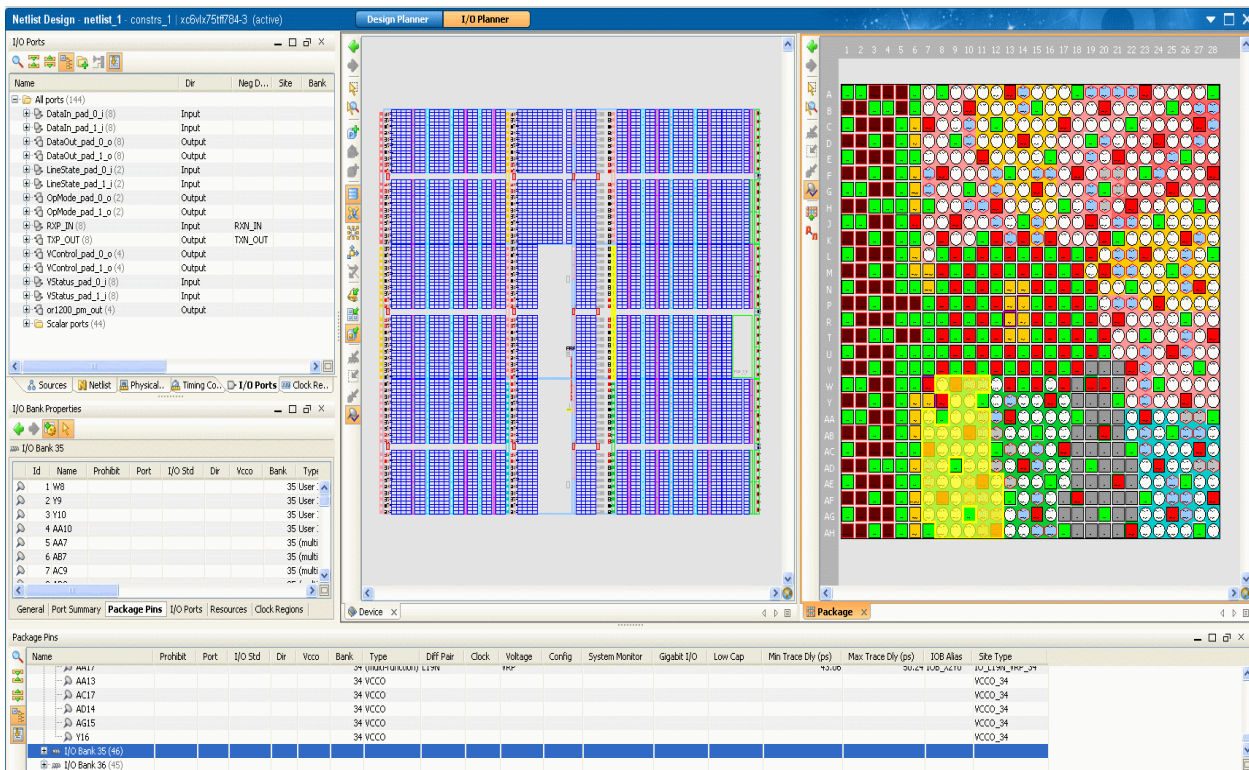

図 8-4 : I/O バンクのロケーションおよびリソースの表示
- [I/O Bank Properties] ビューで [General] タブをクリックします。223 ページの図 8-4 は、I/O バンクを表示しています。